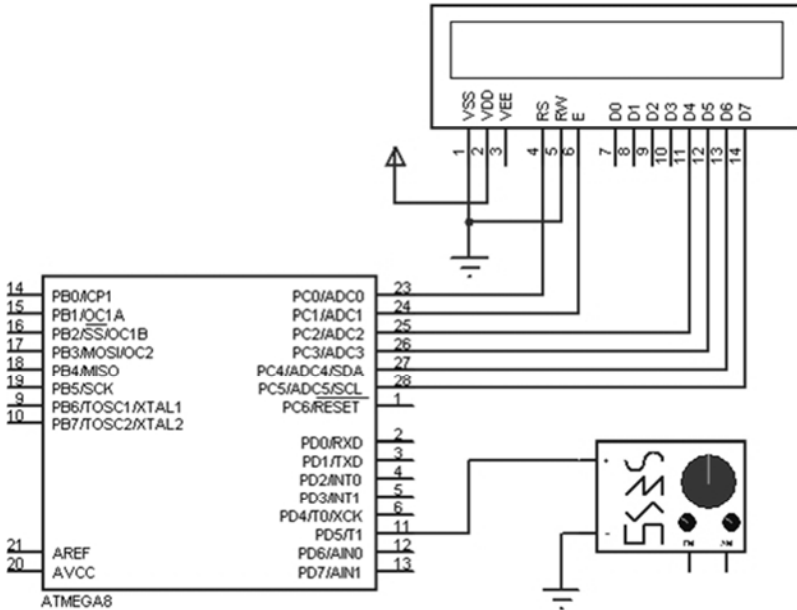

Fig. 9.13 – Circuito para o exercício 9.10 (obs.: a pinagem do ATmega8 é igual a do ATmega328).
9.10 – Elaborar um programa para que o ATmega328 funcione como freqüencímetro digital, apresentando o valor lido em um LCD 16×2. Empregue um circuito adequado (sugestão na fig. 9.13).